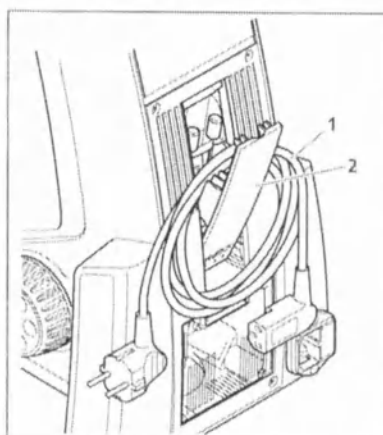

Рисунок 3-3. Скрученный шнур питания в створке для транспортировки
- Для транспортировки, шнур питания (рисунок 3-3/1) можно скрутить и сложить в открытую створку (рисунок 3-3/2).